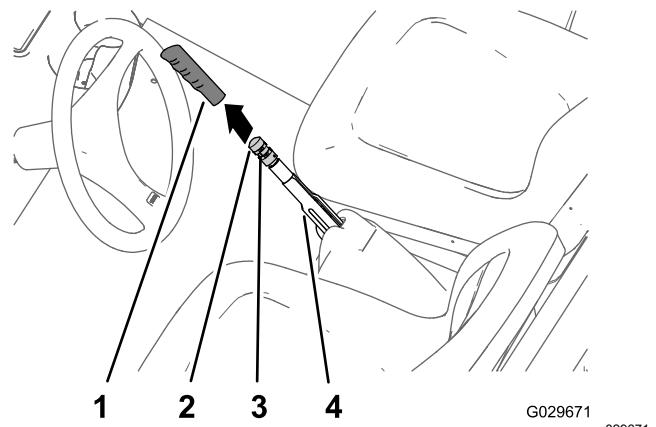

Figura 65
1. Retire a pega da alavanca do travão de estacionamento (Figura 65).
2. Desaperte o parafuso de afinação que fixa o manípulo de ajuste do travão de estacionamento (Figura 65).
para engatar a alavanca do travão de estacionamento (Figura 65).
- Aperte o parafuso de afinação e instale a pega (Figura 65).
- Retire a pega da alavanca do travão de estacionamento (Figura 65).
- Desaperte o parafuso de afinação (Figura 65) que fixa o manípulo de ajuste do travão de estacionamento, desengate o travão de estacionamento e desaperte o manípulo de ajuste do travão.
- Rode o manípulo de ajuste do travão (Figura 65) até que 133 a 156 N seja necessário para engatar a alavanca do travão de estacionamento.